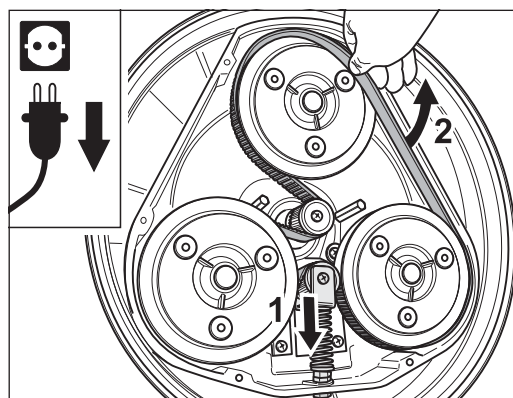

Abb. 82 Den Zahnriemenspanner gegen die Innenwand der Schleifhaube schieben (1) und den Zahnriemen abnehmen (2).
- 6 Schieben Sie den Zahnriemenspanner gegen die Innenwand der Schleifhaube (Abb. 82, 1). Der Zahnriemen kann nun von den Ritzeln und den Tellerriemenscheiben abgenommen werden (Abb. 82, 2).